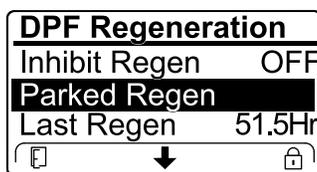

Figura 81
- Se il computer del motore richiede una rigenerazione di recupero, oppure sta eseguendo una rigenerazione di recupero, e voi scorrete il menu verso il basso fino all'opzione PARKED REGEN, la rigenerazione parcheggiata viene bloccata e l'icona di blocco (Figura 81) compare nell'angolo in basso a destra dell'InfoCenter.